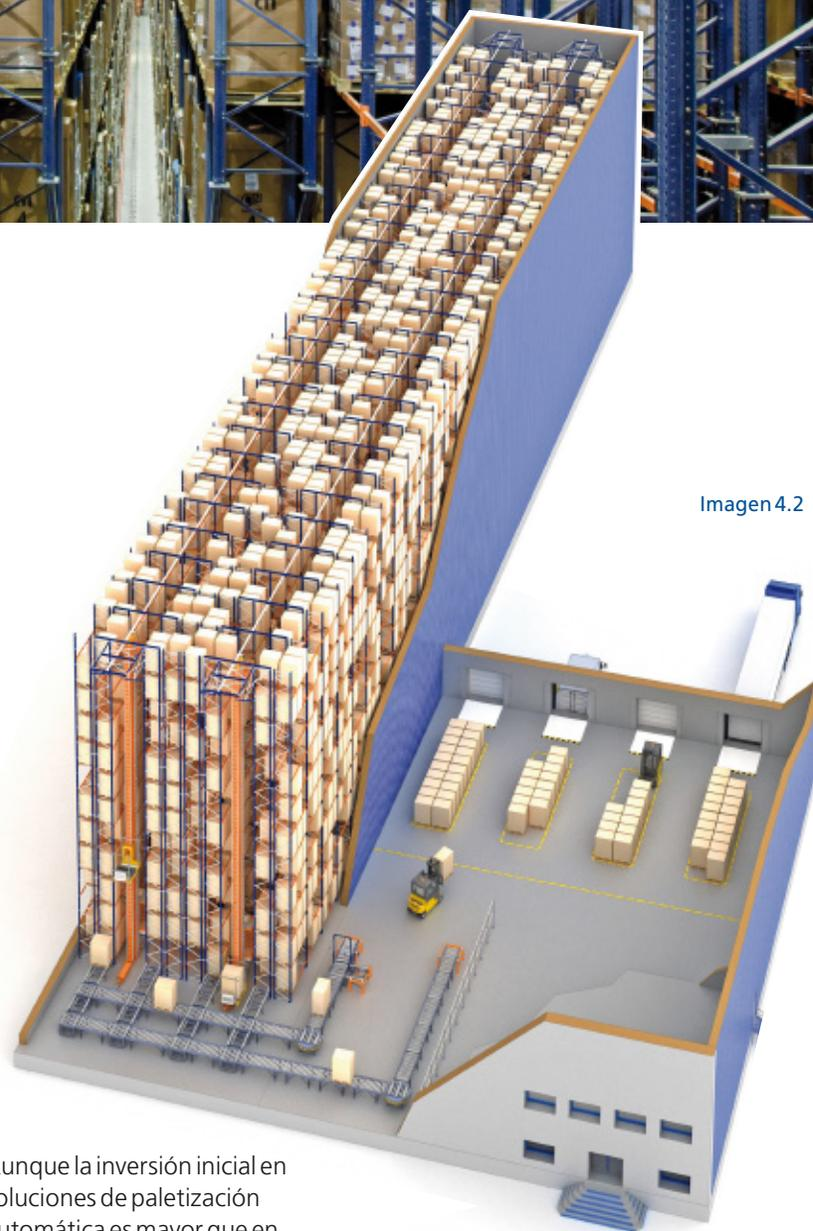

Imagen 4.2
- ✓ Por otra parte, con racks de doble profundidad (imagen 4.2) se logra **aumentar considerablemente la capacidad**, ya que se reduce el número de pasillos y, por consiguiente, de transelevadores. Esto conlleva, también, una disminución en la inversión inicial respecto a la solución de simple profundidad.